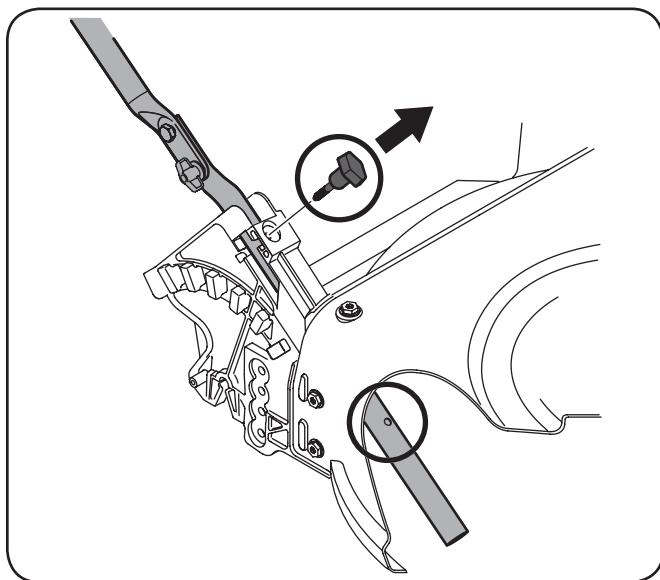

Figure 3-3
2. Retire la T-pernos de la manija entre corchetes como se muestra en Figure 3-3.